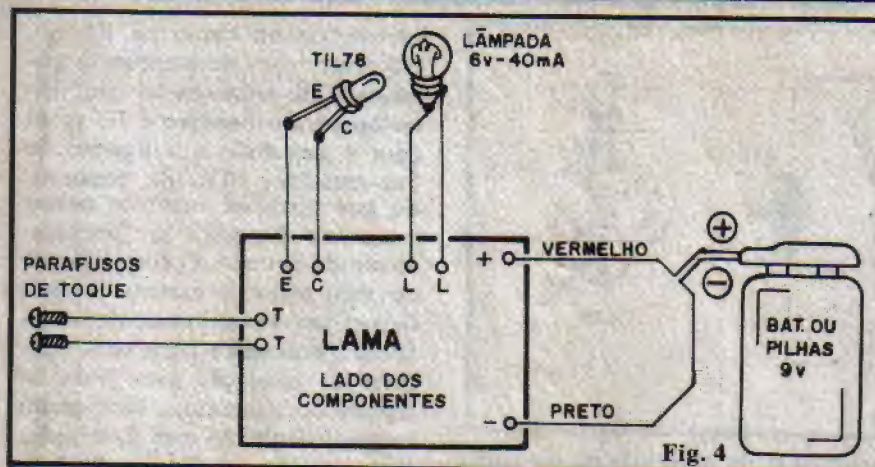

Fig. 4
- **FIG. 4** - Conexões externas à placa. Notar que o Circuito Impresso também é visto pelo lado não co-